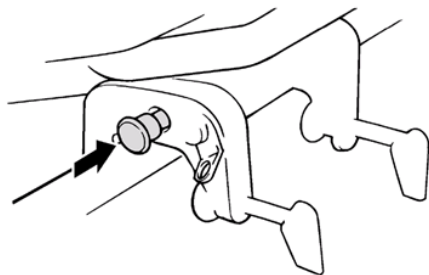

Рис. 24 Фиксатор наклона
4. Удерживая мотор в поднятом положении правой рукой, левой рукой нажмите на фиксатор наклона и задвиньте его в корпус кронштейна крепления (Рис. 24). Осторожно опустите мотор, он должен остаться в поднятом положении.
1. Немного наклоните лодочный мотор на себя и вытяните фиксатор наклона (Рис. 24).